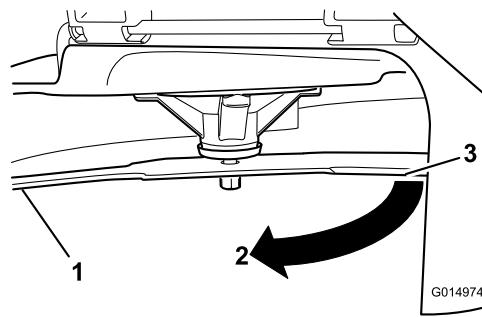

Рисунок 68
3. Вимірювання відстань між ножем і поверхнею (A)
4. Поверніть той же ніж на 180 градусів, щоб протилежна ріжуча кромка опинилася в тому ж положенні (Рисунок 68).